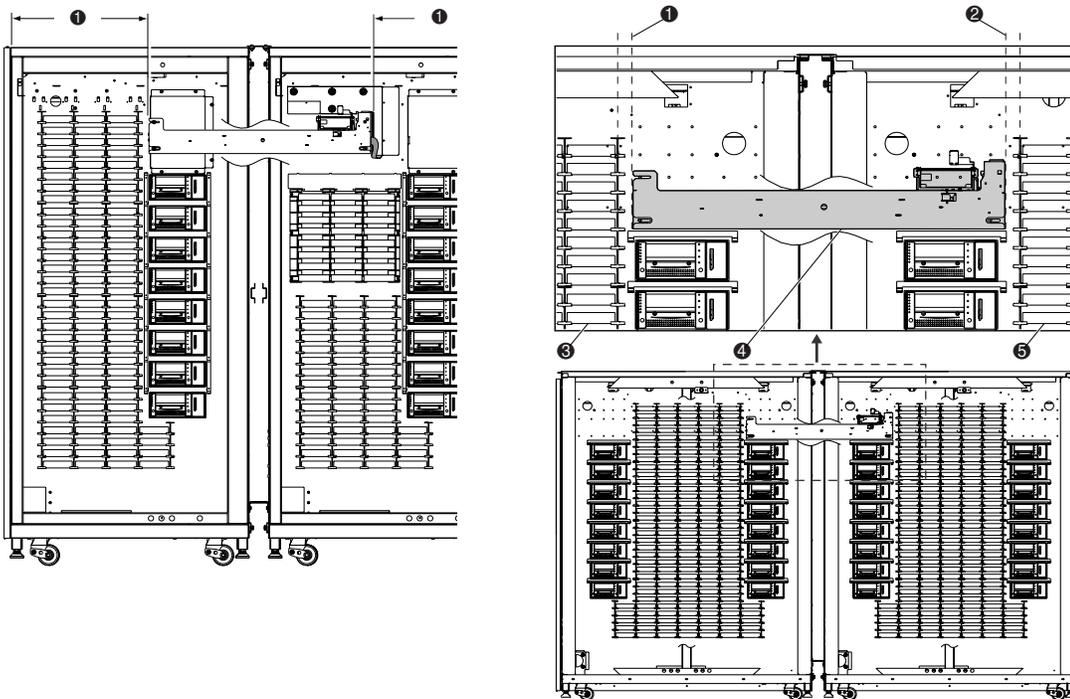

Figura 2-12. Centrazione del meccanismo PTM
- ❶ Viti
- ❷ Copertura del cavo PTM
- ❸ Vite
15. Centrare il meccanismo PTM (vedere la Figura 2-12):